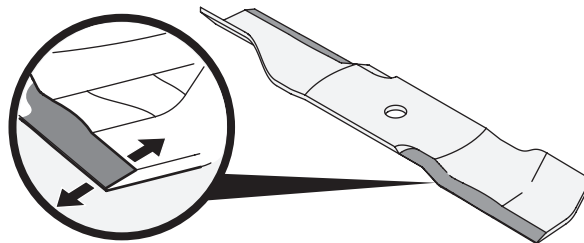

Figure 46
- Pour affûter correctement les lames de coupe, enlevez des quantités égales de métal des deux extrémités des lames le long des bords de coupe, parallèlement au bord de fuite, à un angle de 25° à 30°. Il faut toujours affûter chaque bord de lame de la même manière pour maintenir l'équilibre de la lame (Figure 46).